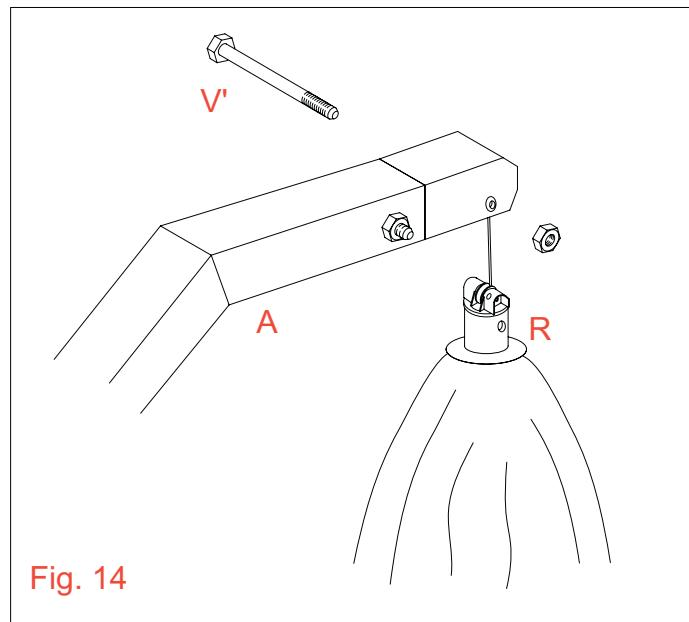
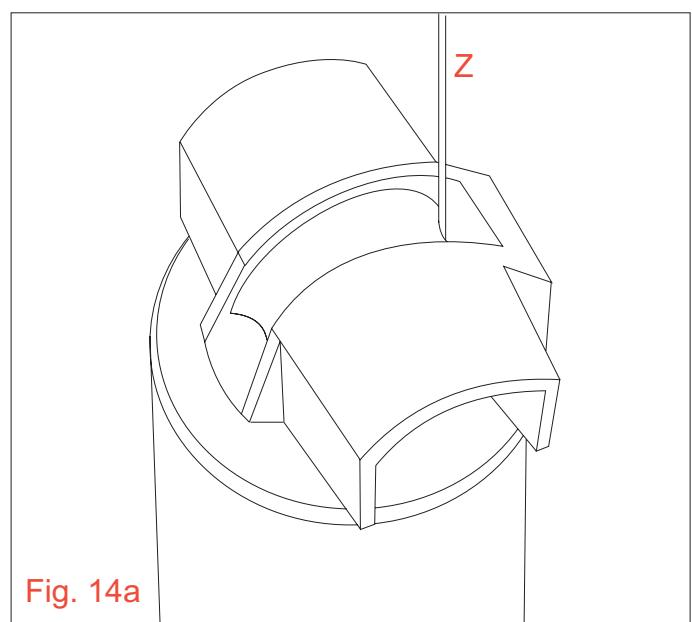

Fig. 14
Fig. 14a
2. défaire le noeud qui se trouve à l'extrémité de la corde (Z) pour pouvoir l'enlever successivement du tube du parasol.
3. (fig. 14) Enlever la vis (V') du mat (A).
4. dégager la corde (Z) du tube du parasol.
5. Pour remonter le parasol, exécuter les opérations décrites en précéderence en sens inverse, en s'aider avec un fil de fer rigide d'environ 90 cm de longueur et avec une extrémité pliée à crochet pour enfiler la corde (Z) dans le tube du parasol. La corde (Z) doit être enfilée comme indiqué dans la fig. 14a.
### **LEVÉE DE LA TOILE DU PARASOL (fig. 14 & 16)**
3. (fig. 14) enlever l'anneau de garniture (R) du parasol.